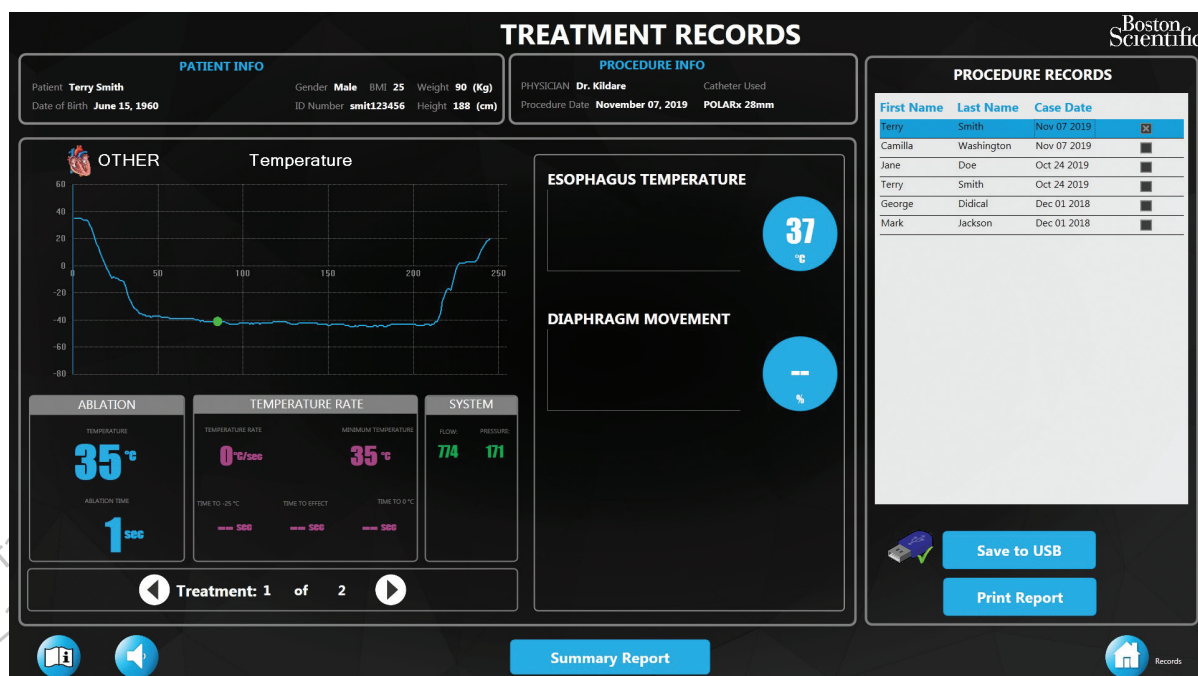

Figura 27. Ecranul cu Treatment Records (Fișe de tratament)
Dacă numele de utilizator și parola introduse au drepturile necesare, se afișează ecranul cu Treatment Records (Fișe de tratament) (Figura 27).
6. Dacă s-a efectuat mai mult de un tratament în cazul selectat, utilizați săgețile **Treatment** (Tratament) (Figura 27) pentru a afișa date din diferitele tratamente efectuate.